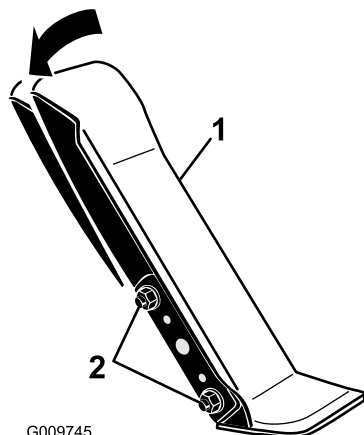

Рисунок 103
1. Ослабьте две гайки и болты крепления левой стороны педали управления тягой к кронштейну (Рисунок 103).
2. Поверните педаль под требуемым рабочим углом и затяните гайки (Рисунок 103).